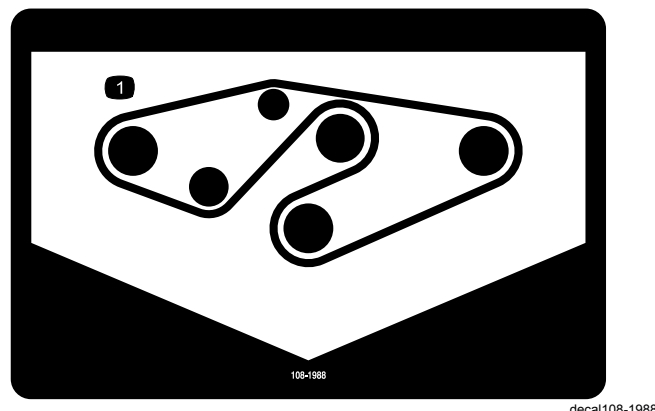

Figura 35
4. Montate la nuova cinghia attorno alle pulegge del mandrino e alla puleggia tendicinghia, come illustrato in Figura 35.